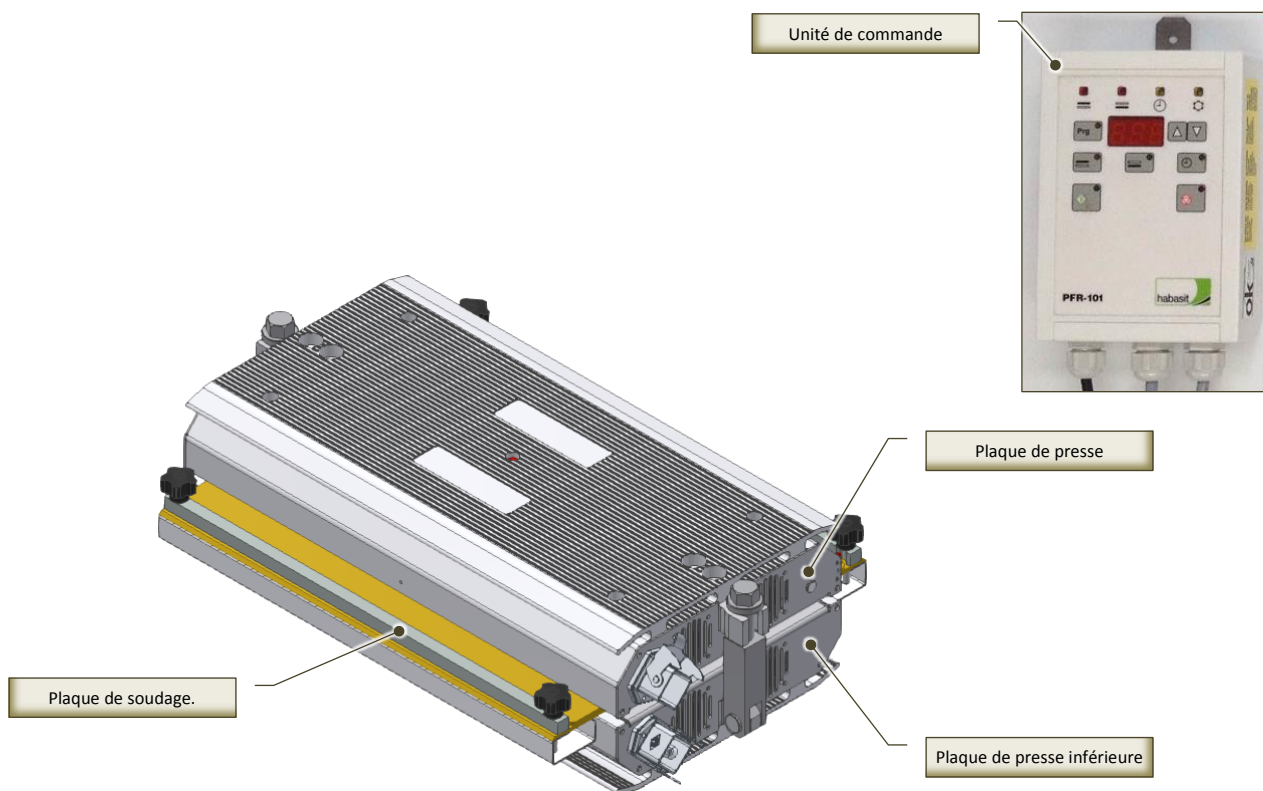

Fig. 5.1-1 - Presse pour jonctions à chaud
La Presse pour jonctions à chaud (Fig. 5.1-1), modèle PML-100 / PML-200 / PML-300 / PML-600, est une machine conçue et construite pour permettre la jonction à chaud des bandes Fabric et courroies dentées HabaSYNC. La Presse pour jonctions à chaud n'est pas une machine conçue pour une production en continue, mais pour réparer des bandes et courroies dentées, et, par conséquent, elle a vocation à être déplacée dans des environnements de type artisanal et industriel, et non pas installée de manière permanente.
- 1 presse à chaud (Fig. 5.1-1) avec manuel d'utilisation ;